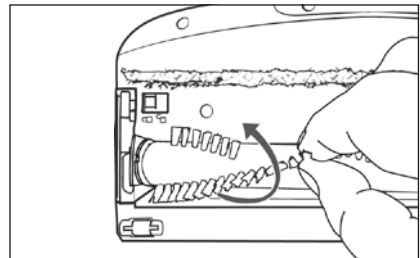

Fig. 25
- 3) Tire del rodillo de cepillos 20 por las cerdas para extraerlo del cepillo para suelos 21. Para extraerlo con más facilidad, gire ligeramente el rodillo de cepillos 20 al mismo tiempo (consulte la fig. 25).